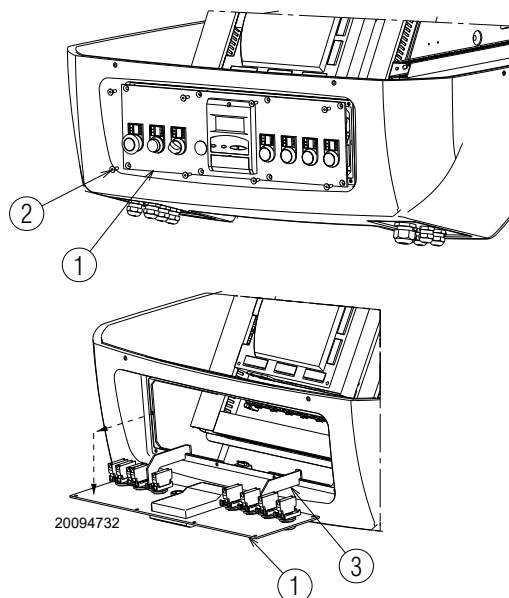

Fig. 32
- dévisser les vis 2) du panneau de commande 1)(Fig. 32);
- extraire le panneau de commande 1) et le tourner 90°, en l'accrochant avec les brides 3) correspondantes dans le profil du tableau électrique comme indiqué dans la Fig. 32;